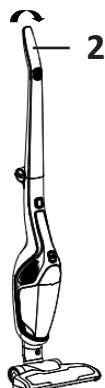

рис.2
2. Поднимите рукоятку и закрепите её на основном блоке (рис.2).